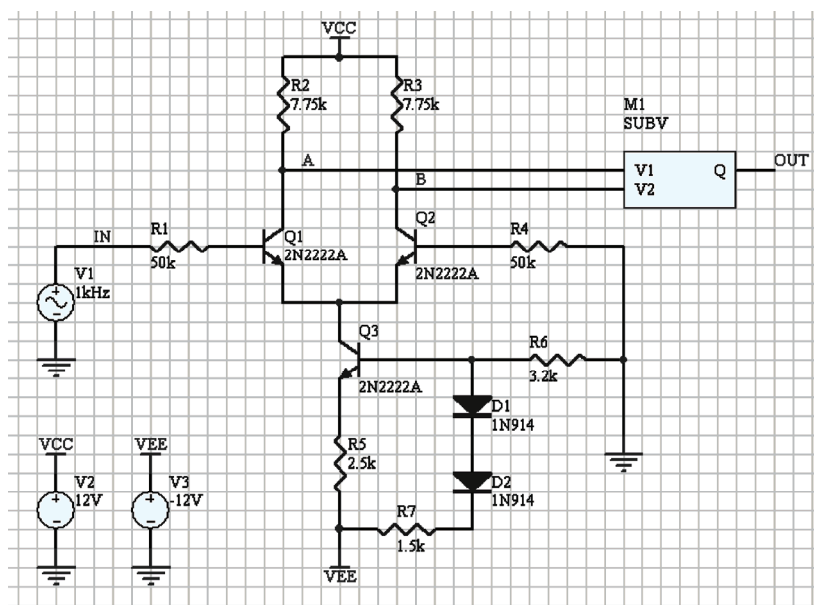

图 4-47 差分放大器仿真原理图
2. 绘制如图 4-47 所示的差分放大器仿真原理图，并对 IN 和 OUT 信号进行仿真。